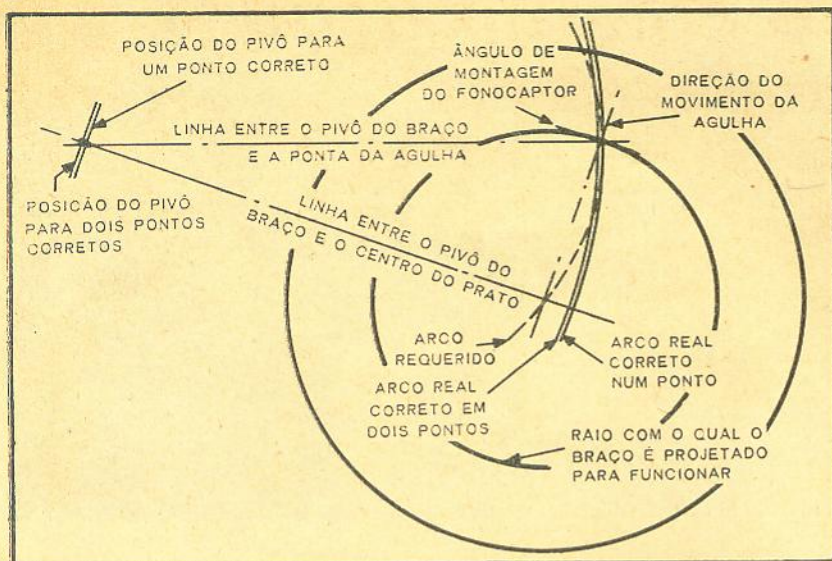

FIG. 4 — Diagrama detalhado mostrando a posição das diversas peças (ver texto).
a) o fonocaptor deve ser montado formando um ângulo não reto com a linha central do braço fonográfico, de tal forma que o movimento da agulha seja perpendicular à linha entre o pivô do braço e o centro do prato (ver Fig. 4) quando a agulha estiver aproximadamente no meio do disco;